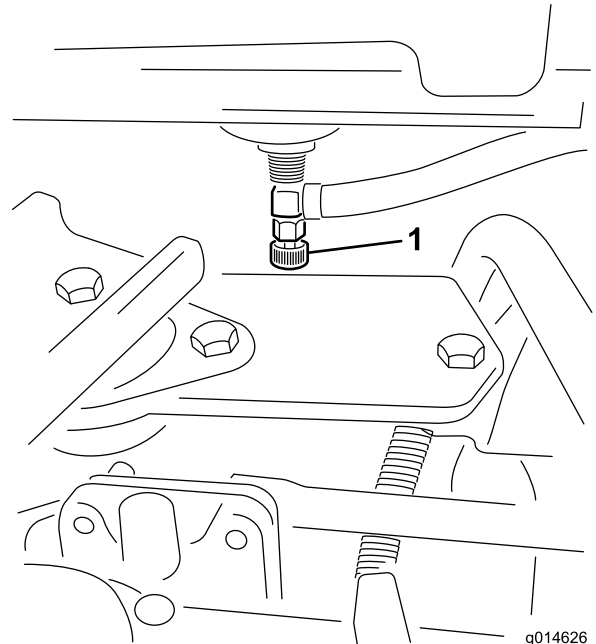

Figura 45
1. Cierre la válvula de cierre de combustible (Figura 45), situada debajo del depósito de combustible.